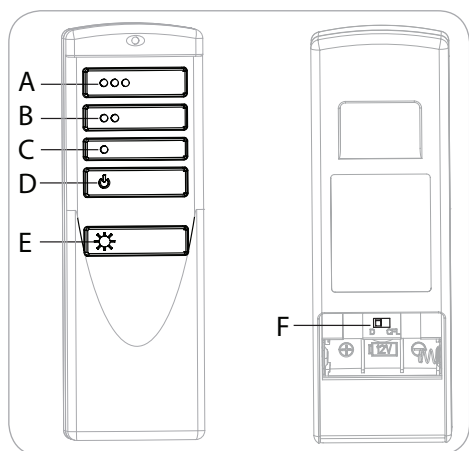

Figura 6.1
- F - **Interruptor D/CFL:** El interruptor debe estar en la posición "D" para que se corresponda con las bombillas regulables que se incluyen, y esto permitirá la función de regulación de intensidad. Cambie a "CFL" si cambia a las bombillas no regulables (Figura 6.1).